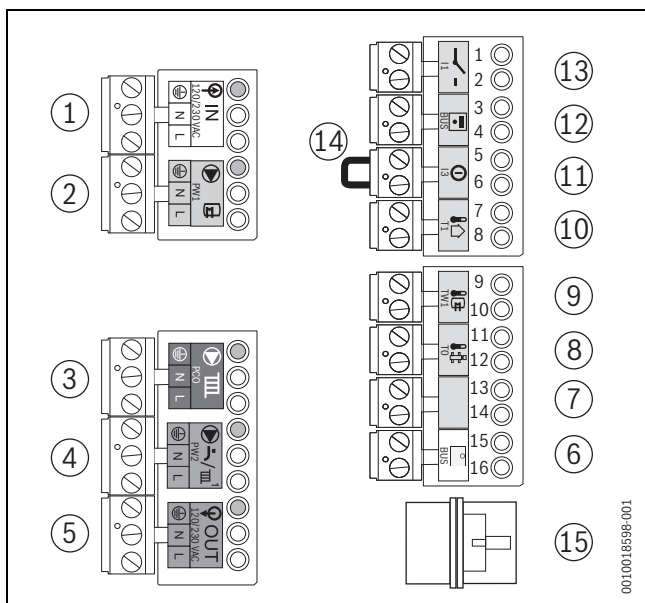

Bild 50 Klemmleiste
- Ein-/Aus-Raumtemperaturregler auf Anschlussklemme I1 (→ Bild 50, [13]) anschließen (Zubehör).
- Regler auf Anschlussklemme BUS (→ Bild 50, [6]) anschließen. Hierzu ein 2-adriges Stromkabel von 0,4 bis 0,75 mm² verwenden.
- Brücke (→ Bild 50, [14]) auf Anschlussklemme I1 entfernen.
- Außentemperaturfühler auf Anschlussklemme  **T1** (→ Bild 50, [10]) anschließen.
- Speichertemperaturfühler auf Anschlussklemme  **TW1** (→ Bild 50, [9]) anschließen.
- Heizungspumpe an die grüne Anschlussklemme  **PCO** (→ Bild 50, [3]) anschließen.
- Zirkulationspumpe an die lila Anschlussklemme  **PW2** (→ Bild 50, [4]) anschließen.
- Speicherladepumpe an die graue Anschlussklemme  **PW1** (→ Bild 50, [2]) anschließen.
- Externes 3-Wege-Ventil an die graue Anschlussklemme  **PW1** (→ Bild 50, [2]) anschließen.